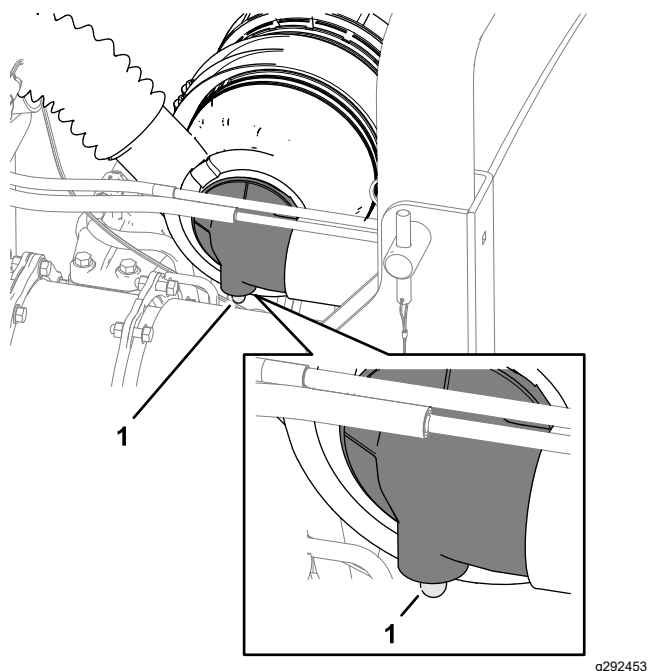

Figura 49
2. Verifique o indicador de bloqueio do filtro do ar (Figura 49).
Nota: Faça a manutenção do filtro de ar principal quando o indicador de bloqueio do filtro (Figura 49) estiver vermelho. Mudar o filtro de ar frequentemente aumenta a possibilidade de entrar sujeira no motor quando se retira o filtro.